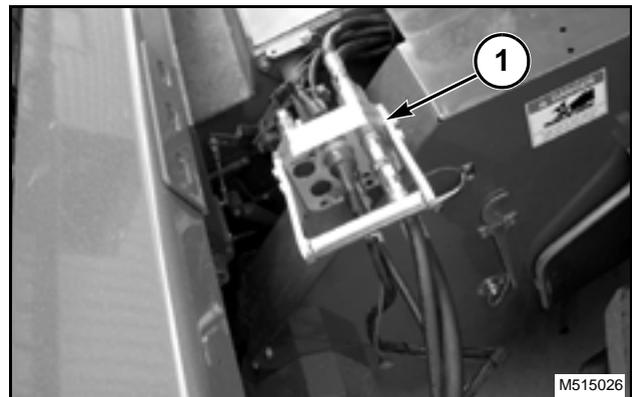

FIG. 240
FIG. 240: Conecte el conector simple (1) del cabezal en el conector simple de la cosechadora, alineado el conector del cabezal con el conector de la cosechadora y trabar la alza de traba central (2).